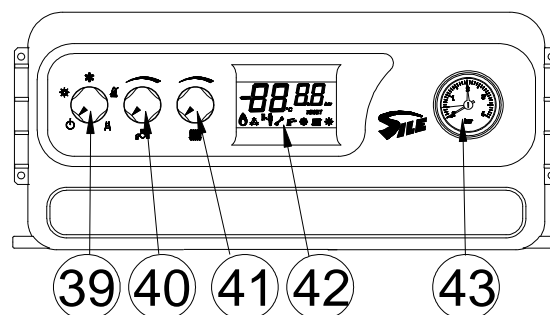

Fig. 1
Questa caldaia può riscaldare ambienti e se richiesto riscaldare un bollitore remoto. Nel caso la produzione di acqua calda per usi sanitari non sia realizzata con questa caldaia attraverso un bollitore remoto, la manopola 40 di fig. 1 risulterà disabilitata. In caso di dubbio sulle funzioni di riscaldamento della caldaia rivolgetevi con fiducia al vostro installatore SILE.
Da questo momento la caldaia è pronta a funzionare automaticamente. Ogni volta che il bruciatore si accende viene segnalato tramite l'accensione della grafica (Fig. 1 pos. 42) posta sul pannello comandi. Quando si ruota il potenziometro di riscaldamento sul display appare la temperatura impostata in quel momento e contemporaneamente rimane accesa la segnalazione.
- sul trimmer (41 di fig. 1) se non si è acquistato il comando remoto (optional), che regola uno spostamento di  $\pm 5^{\circ}\text{C}$  sulla curva, e permette quindi di ottimizzare con semplicità il comfort ambientale. La regolazione base di funzionamento della curva è realizzata a cura dell'installatore/servizio d'assistenza